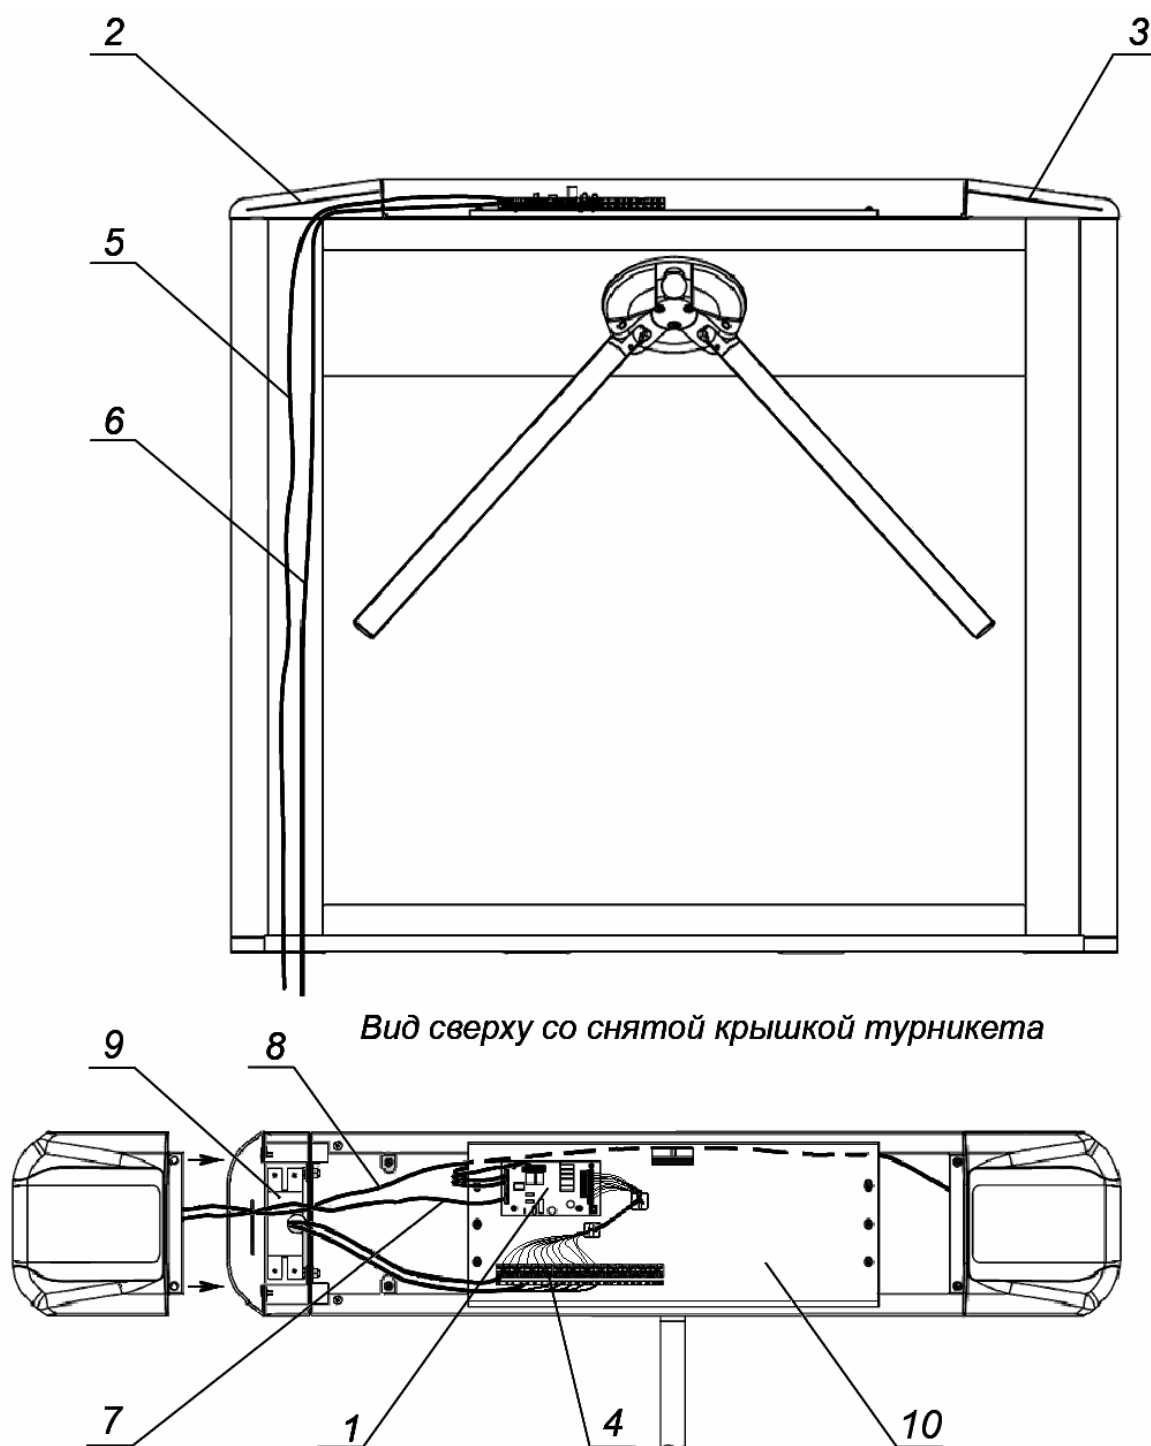
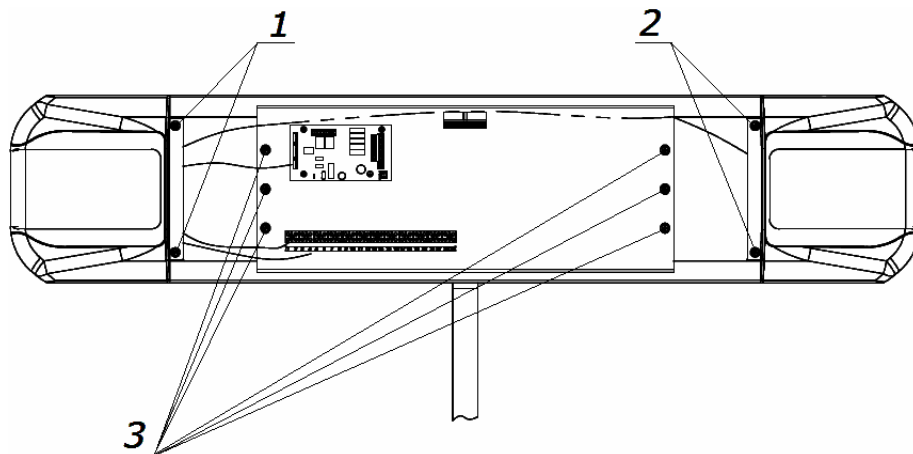

Рисунок 12. Схема прокладки кабелей в стойке турникета
Рисунок 15. Расположение крепежных винтов
4. При необходимости прокладки кабелей под поверхностью пола подготовьте в полу кабельный канал, подходящий к зоне ввода этих кабелей в стойку турникета. Прокладка кабелей внутри стойки показана на рис. 12.
6. Снимите крышку турникета (3) согласно разд. 6.
7. Демонтируйте стенку боковую (7) в сборе с крышкой (9). Для этого:
- Отверните два винта (2, рис. 15).
- Отведите стенку от стойки и отсоедините кабель, соединяющий платы индикации (8, рис. 12) от платы ПИ2, расположенной под крышкой.
8. Демонтируйте стенку (6) в сборе с крышкой (8). Для этого:
- Отверните два винта (1, рис. 15).
- Отведите стенку от стойки и отсоедините от платы индикации ПИ1 (расположена под крышкой) кабель (8, рис. 12), соединяющий платы индикации, и кабель индикации (7, рис. 12), идущий от платы управления.
13. При необходимости произведите установку платы внешнего контроллера СКУД внутри стойки турникета на кронштейне (10, рис. 12); для этого используйте фиксаторы на самоклеющихся площадках из комплекта поставки.
14. При необходимости произведите установку считывателей карт доступа на предусмотренные для этого кронштейны на торцах стойки (9, рис. 12). Для удобства монтажа снимите кронштейн, открутив рожковым ключом *S5,5* две гайки *M3*, расположенные снизу под кронштейном. Для подключения считывателей используйте свободные контакты (15 - 24) выносной клеммной колодки **XS1**.
4. Снимите крышку (3) турникета в порядке, указанном в разд. 6 и положите ее на ровную устойчивую поверхность.
5. Для доступа к узлу вращения преграждающих планок турникета снимите кронштейн с платой управления и выносной клеммной колодкой. Для этого: выкрутите 6 винтов (3, рис. 15), фиксирующих кронштейн на стойке турникета, и аккуратно отведите кронштейн в сторону, не повредив подключенные кабели.